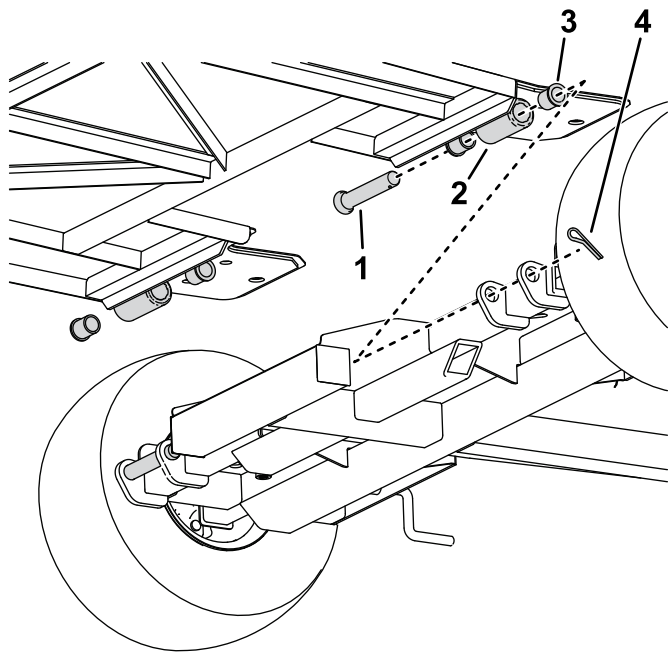

Bild 4
4. Befestigen Sie die Rampe mit den Rampenstiften und Splinten am Rahmen, wie in Bild 4 dargestellt.